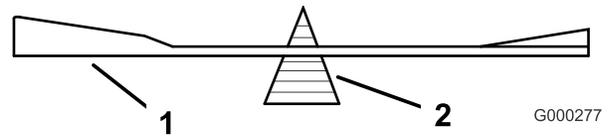

Figure 94
2. Vérifiez l'équilibre de la lame en la plaçant sur un équilibreur (Figure 94).
3. Si la lame est déséquilibrée, limez un peu l'extrémité de l'ailette seulement (Figure 94).